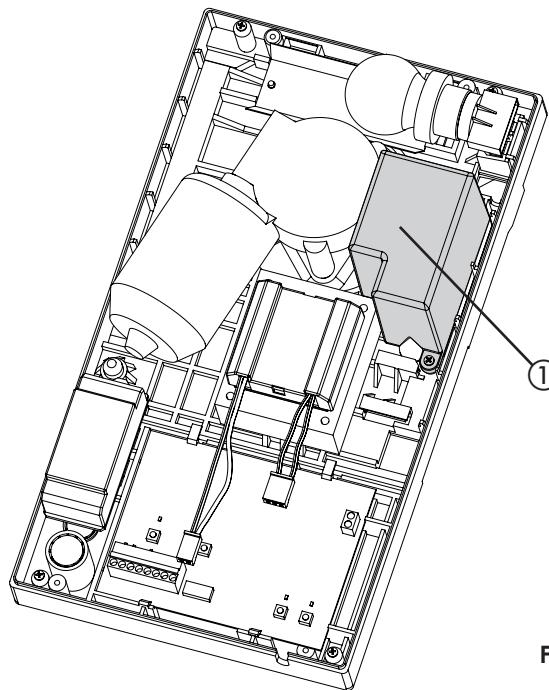

Fig. 37
Met de kit bufferbatterijen kan het automatische systeem ook worden ingeschakeld als er geen netvoeding is. De plaats voor de batterijen is voorzien binnnenin de aandrijving (Fig. 37 ref. ①) met behulp van een bijgeleverde schroef.